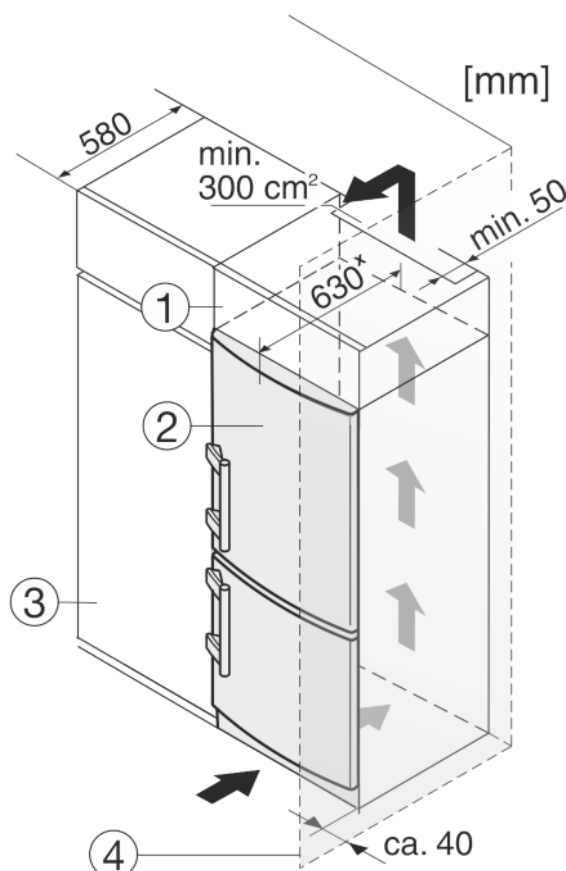

Fig. 13
Zařízení lze zabudovat do vybavení kuchyně. K vyrovnání přístroje Fig. 13 (2) na výšku kuchyňské linky lze na přístroj nasadit odpovídající nástavec Fig. 13 (1).
Při montáži do kuchyňských skříní (hloubka max. 580 mm) lze přístroj instalovat hned vedle kuchyňské skříně Fig. 13 (3). Přístroj přesahuje přední stěnu kuchyňské skříně na stranách o 34 mm\* a uprostřed o 50 mm\*.
Když se přístroj instaluje závěsy vedle stěny *Fig. 13 (4)*, musí být vzdálenost přístroje od stěny alespoň 40 mm. To odpovídá přesahu madla při otevřených dveřích.